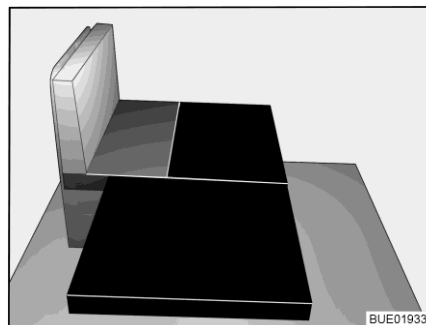

Fig. 71 Dopo la trasformazione
- Adagiare il cuscino aggiuntivo grande sul rivestimento del cuscino (vedere Fig. 71).